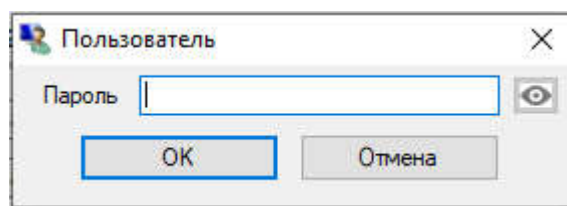

Рисунок 12 – Окно ввода пароля
Примечание – Для обновления ПО терминала, необходимо сначала загрузить файл конфигурации. При замене только конфигурации без обновления ПО, необходимо ввести пароль (см. рисунок 12) и перезагрузить терминал.
4.7 Ввести пароль (см. рисунок 12).